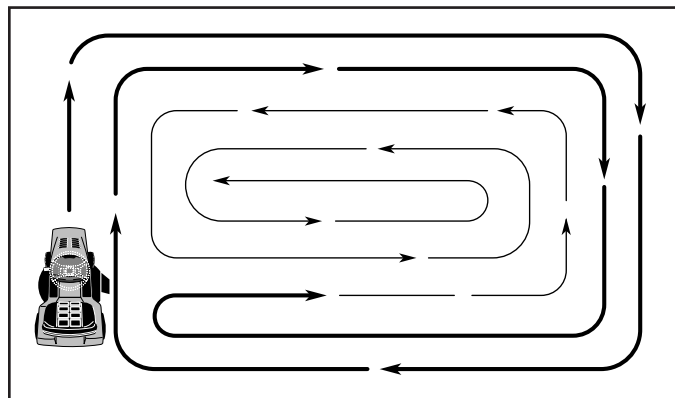

Fig. 27
- Al segar las área grandes, empiece girando a la derecha de modo que los recortes se descarguen, alejándose de los arbustos, cercos, entradas de automóviles, etc. Después de una o dos vueltas, siegue en la dirección opuesta, haciendo virajes a la izquierda, hasta que termine (Vea Fig 27).